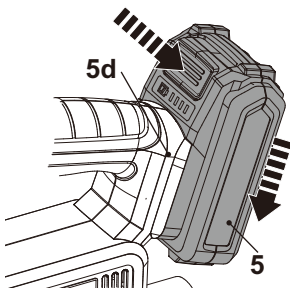

Fig. 5
- > Alinee la batería (5) con las ranuras de deslizamiento del puerto de acoplamiento de la batería (5d) y deslice la batería para colocarla. Asegúrese de que encaja en su sitio (Fig. 5)